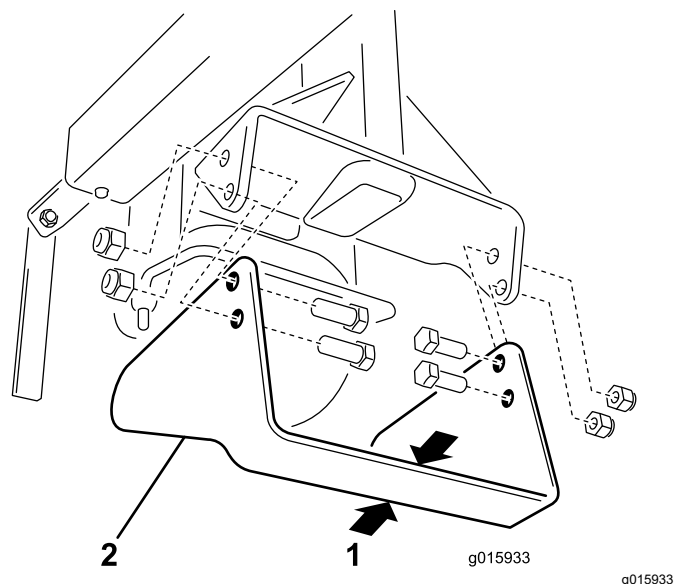

Figura 15
Compruebe frecuentemente la cuchilla del cortabordes y cambie la cuchilla si la anchura de la misma queda reducida a 1-1/4 pulgadas (Figura 15).
3. Retire los 4 tornillos y las 4 tuercas que sujetan la cuchilla al brazo del cortabordes (Figura 15).